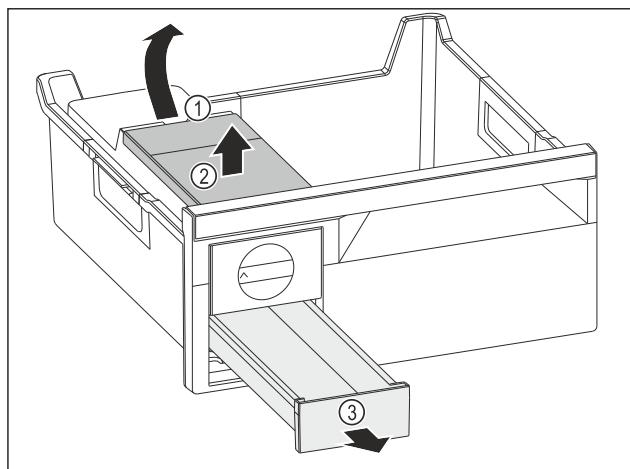

Fig. 130
- Изваждане на резервоара за вода: Повдигнете резервоара за вода при прореза Fig. 130 (1).
► Извадете резервоара за вода Fig. 130 (2) нагоре.
► Извадете чекмеджето за ледени кубчета Fig. 130 (3) напред.